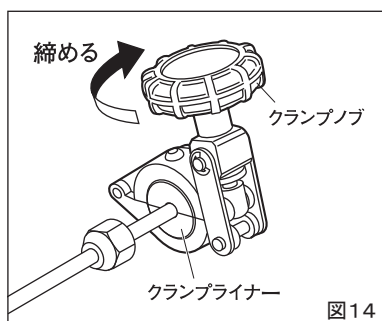

図14
- * クランプノブを回し十分に締め付けてください。(図14)